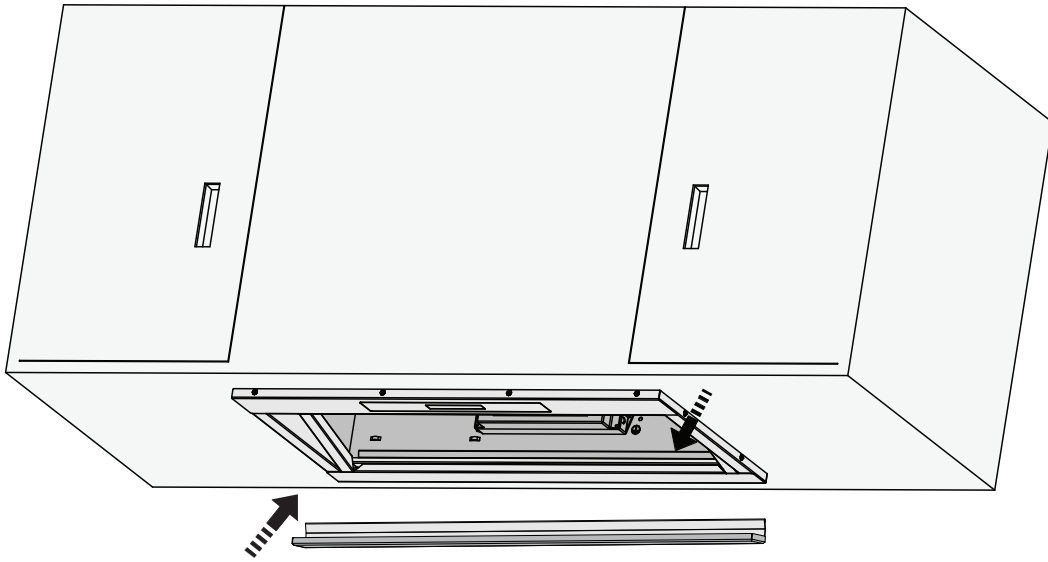

Figure 8
- Inclinez et insérez le collecteur d'huile à l'arrière de l'unité, puis poussez-le en place (voir figure 8).